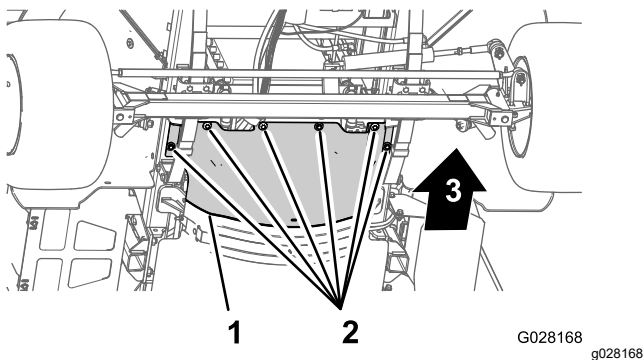

Figure 65
3. Retirez les 6 boulons à tête hexagonale et les 6 rondelles qui fixent l'écran pare-chalear avant au châssis et déposez l'écran (Figure 65).